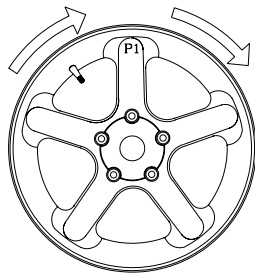

Figure 29c
8. Tourner la roue à la position du premier rayon ou du rayon le plus près avec P1 sur l'afficheur. Appuyer sur la touche enter pour en positionner un. Figure 29c